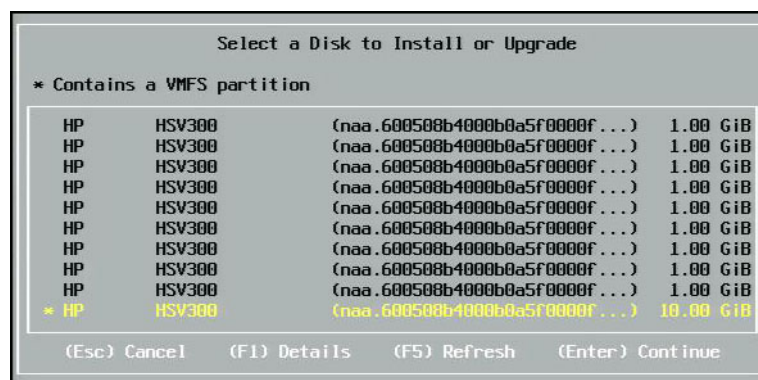

Ilustración 13-28. Selección de disco ESXi
4. En la ventana Select a Disk (Seleccionar un disco) (Ilustración 13-28), desplácese hasta el LUN de inicio para la instalación y, a continuación, presione INTRO para continuar.